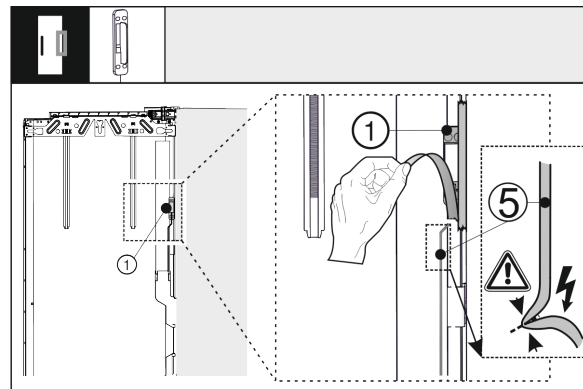

Fig. 40
- Uvolněte senzor klepání Fig. 40 (1) z vnějších dveří. Nepoškodte spojovací kabel Fig. 40 (5).